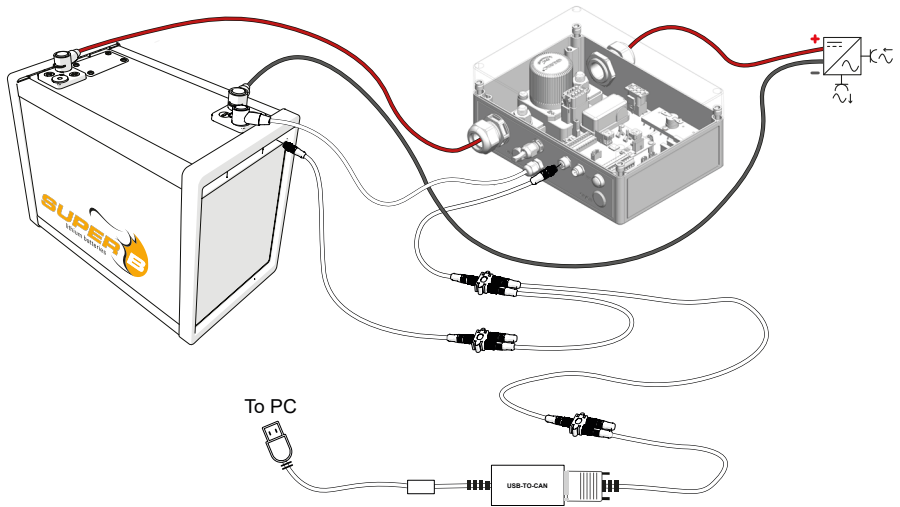

Abbildung 10. Einrichtung für die Konfiguration über einen CAN-SB-Adapter
2. Wählen Sie „Scan“, um die Suche nach Geräten zu starten. Sie können auch das Symbol „Scannen/ Aktualisieren“ in der oberen linken Ecke auswählen (Abb. 10).